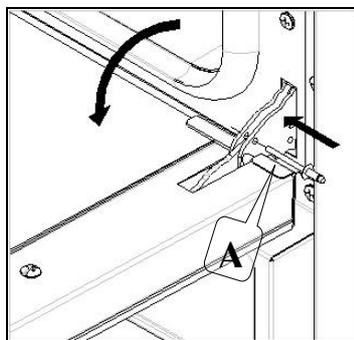

Abb. 1
- die Ringe mitgelieferten Bolzen in die Löcher (A) stecken die sich auf den zwei Scharnieren befinden (Abb. 1);